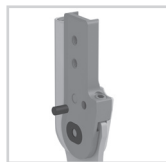

Fig. 20
- 8 Inserire il perno filettato nel foro sulla parte inferiore (fig. 20).